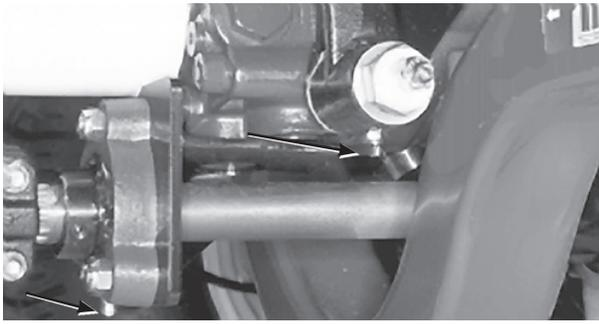

图39
- トランスミッションの走行コントロール・リンク (1ヶ所), 駆動シャフトのサポート・ベアリング (1ヶ所), 後アクスルの駆動シャフト (3ヶ所) (図39)